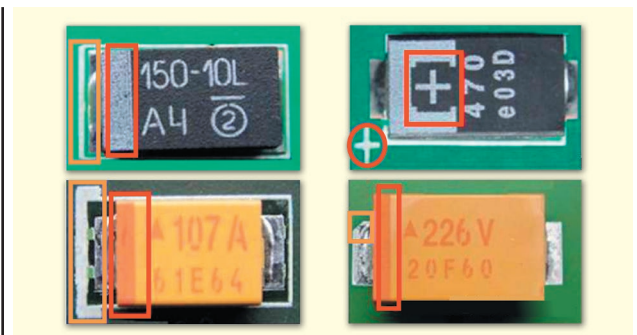

Рис. 1. Встановлення танталових конденсаторів по «ключу»
- мікросхеми, діоди та інші компоненти, які мають маркування (ключ) першого виводу на корпусі, повинні стояти «по ключу» (потрібне звіряння зі кресленням збірки) (рис. 1–3);